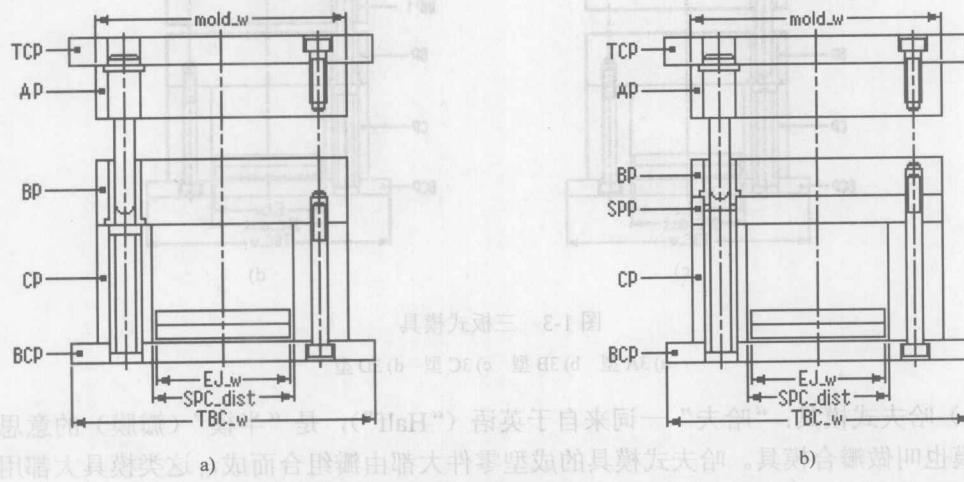

图 1-2 二板式模具
(1) 二板式注塑模：二板式注塑模是最简单的一种注塑模，它仅由动模和定模两块组成，如图 1-2 所示。这种简单的二板式注塑模在塑件生产中的应用十分广泛，根据实际塑件的要求，也可增加其他部件，如嵌件支撑销、螺纹成型芯和活动成型芯等，从而使这种简单的二板式结构也可以演变成多种复杂的结构被使用。在大批量生产中，二板式注塑模可以被设计成多型腔模。